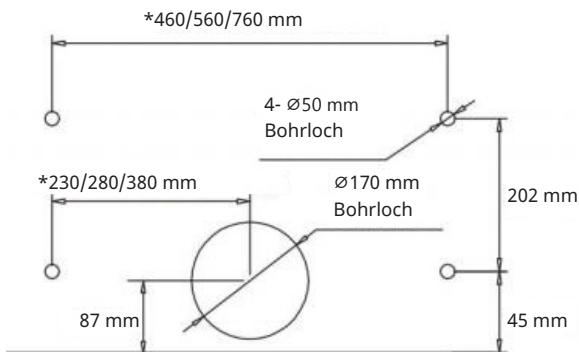
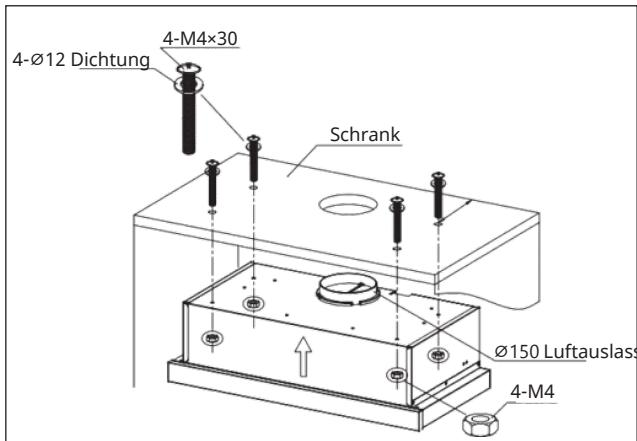

Bild 2
Bild 3
2. Bohren Sie 4 Löcher mit Ø5 mm und ein Loch mit Ø170 mm in den Boden des Hängeschanks, wie in Bild 2 und Bild 3 gezeigt.